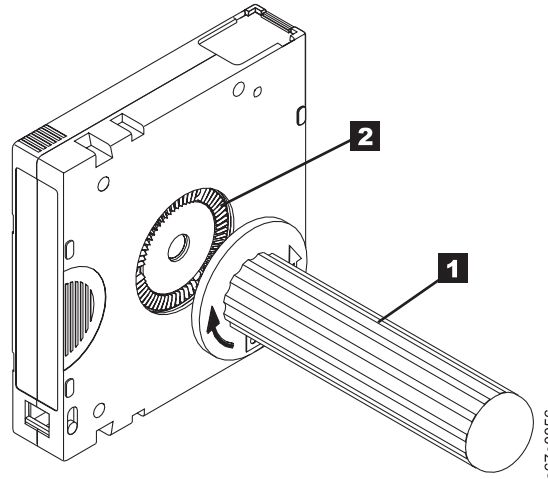

Abbildung 8-10. Band in Kassette zurückspulen
5. Spulen Sie das Band zurück. Setzen Sie hierzu das Werkzeug zum manuellen Zurückspulen des Bandes (**1** in Abb. 8-10) in die Nabe der Kassette (**2** in Abb. 8-10) ein, und drehen Sie es im Uhrzeigersinn, bis das Band gespannt ist.